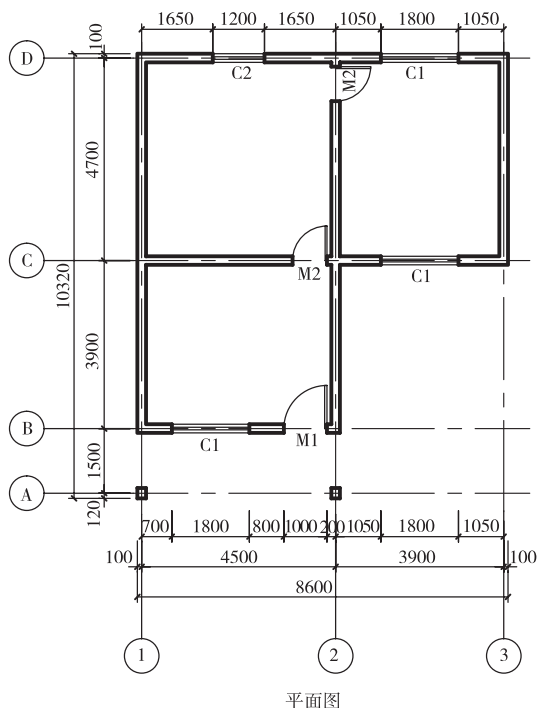

图 1-1-1 房屋投影图
自主选择比例和图幅，抄绘图1-1-1所示的房屋投影图。在抄绘过程中，熟悉建筑制图标准，了解比例、尺寸标注等制图知识。要求图样绘制正确、符合制图标准，布局合理、线型分明。
1. 绘制图 1-1-1 所示的房屋投影图需要哪些绘图工具、仪器及用品？